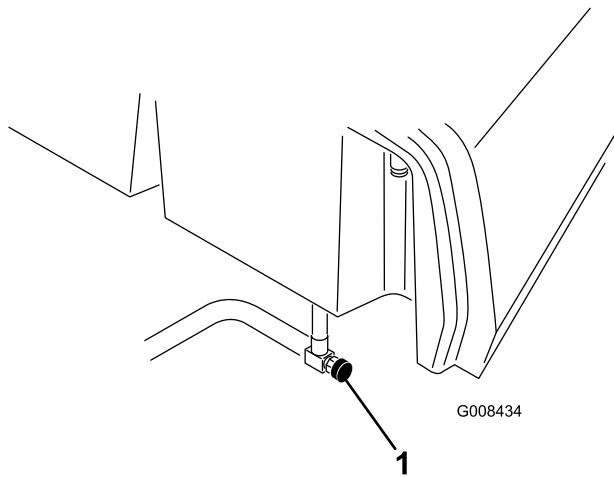

Figura 46
1. Cierre la válvula de cierre de combustible (Figura 46), situada debajo del depósito de combustible.